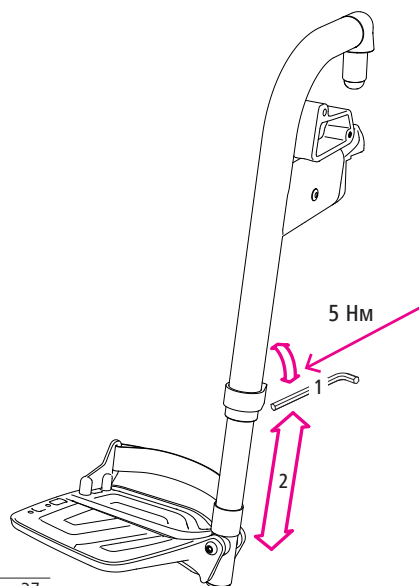

Рис.37
5. Послабте гвинт з внутрішнім шестигранником на задній частині підніжки (1, рис. 37) на один або два оберти. Трубка пластины підніжки тепер вільна, її можна перемістити вгору або вниз.
6. Після того, як ви встановите потрібну висоту (2, рис. 37), затягніть гвинт (із зусиллям 5 Нм) (1, рис. 37).